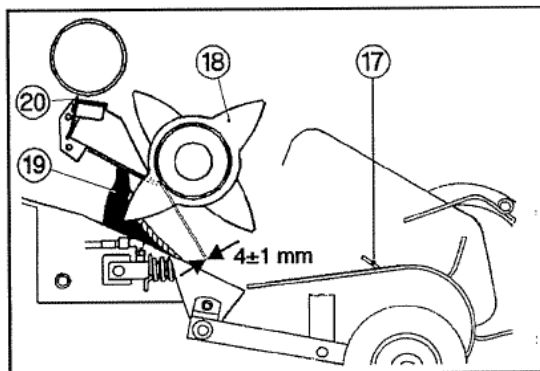

Рис. 39.
В прессах DF 1,8 Dd i DF 1,8 Vd собранный материал перед тем как поступить в камеру прессования сначала режется. Оба этих процесса происходят постоянно. Подборщик (17) собирает материал и подает его на формирующий вал (18), который одновременно является противоножом для блока режущих ножей (19) (рис. 39).